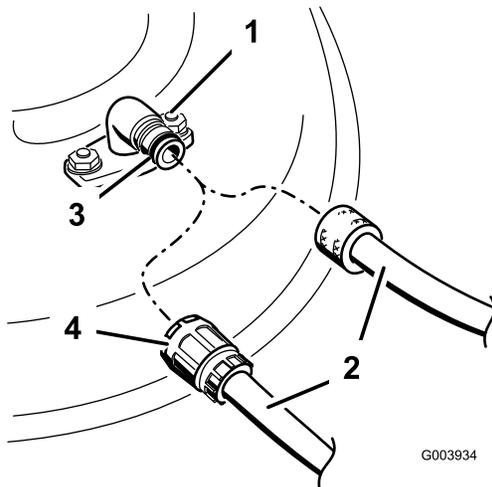

Bild 50
3. Montieren Sie die Schlauchkupplung auf die Kupplung am Mähwerk-Wasseranschluss und drehen Sie das Wasser mit starkem Druck auf (Bild 50).